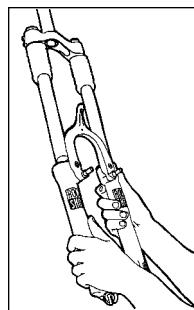

Fig. 4
- Deslice hacia afuera el conjunto monopieza del tubo inferior (consulte la Fig. 4). Retire los guardapolvos de la horquilla.